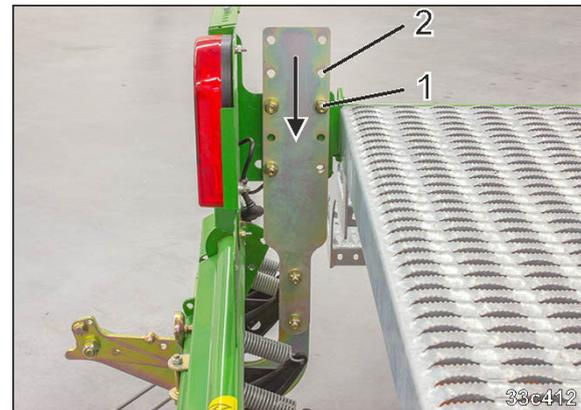

Рис. 188
- 2.1 Ослабьте винты (Рис. 188/1).
- 2.2 Переставьте держатели в новые отверстия (Рис. 188/2).